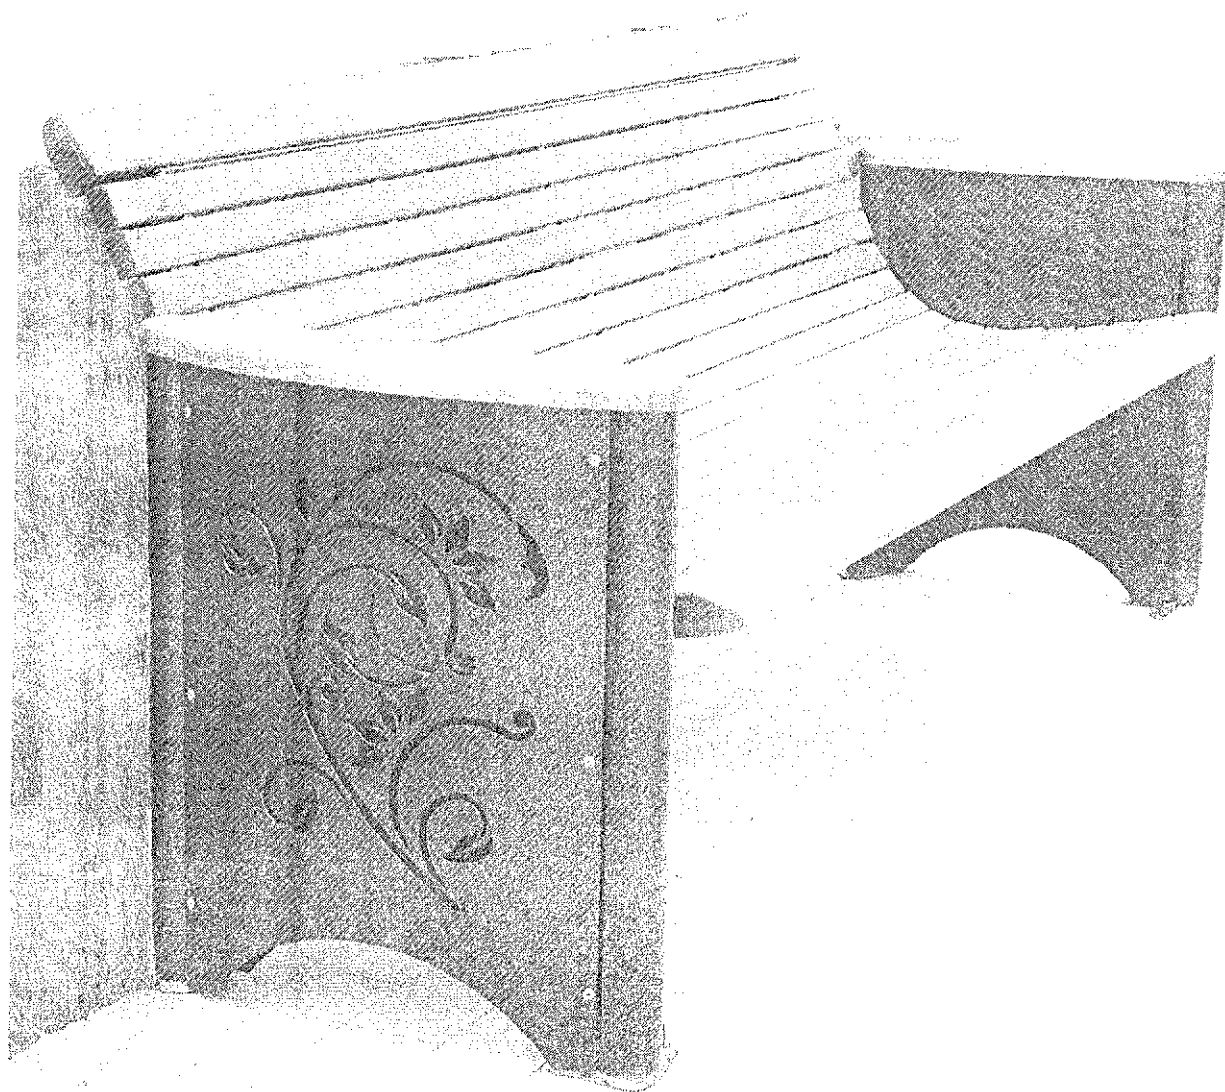

Fig.1 (poza laterală)
1.2 Modelul care face obiectul achiziției este prezentat în fig. 1:-6 din Anexa 1 la prezentul
3.3.1.1 Picioarele vor fi confecționate dintr-un schelet placat pe ambele părți cu panouri de tablă de minimum 2 mm grosime. Panoul dinspre exterior va fi de formă ușor bombată atât din motive estetice cât și din motive de rezistență mecanică (fig 1) pe care se va aplica o inscripționare și stema municipiului în conformitate cu prevederile pct. 2.3.4 din prezentul. Panoul din interior poate fi de formă plană. Picioarul băncii va avea înălțime corespunzătoare pentru a ține loc și de cotieră pentru bancă, iar capătul superior al acestuia să fie îmbrăcat cu o șipcă de lemn de formă ergonomică pentru sprijinul brațelor (fig 6).
2.3.3. Pentru o bună rezistență mecanică, șezutul și spătarul băncii vor forma un subansamblu monobloc (fig.1, 3 și 5). Acest subansamblu va fi compus din 18-19 rigle de dimensiuni minime de 25x40 mm, din care două vor avea formă rotunjită în capete, respectiv prima de la spătar și ultima de la șezut. Prinderea șipcilor se va face cu 5 tije (tiranți) metalice care vor străpunge simultan cele 19 rigle, în cinci locuri, rezultând astfel un pachet rigid și solid. Tijele vor străpunge fiecare șipcă de lemn prin lățimea acestora astfel că nu sunt vizibile din exterior (vor fi îngropate în masa lemnoasă).Această cerință va rezolva problema ruperii (frângerii) accidentale sau voite a șipcilor, fenomen frecvent la șipcile prinse direct pe scheletul picioarelor de la alte modele de bănci. Forma tijelor va fi concepută în așa fel încât subansamblul final: șezut/spătar să aibă o formă „ergonomică”, respectiv să aibă o curbură adaptată corpului uman aflat în poziție de relaxare și odihnă. Pentru a păstra interstițiul dintre șipci se vor folosi distanțiere din teflon sau alt material nemetalic rezistent (fig. 4). Prinderea dintre rigle cât și